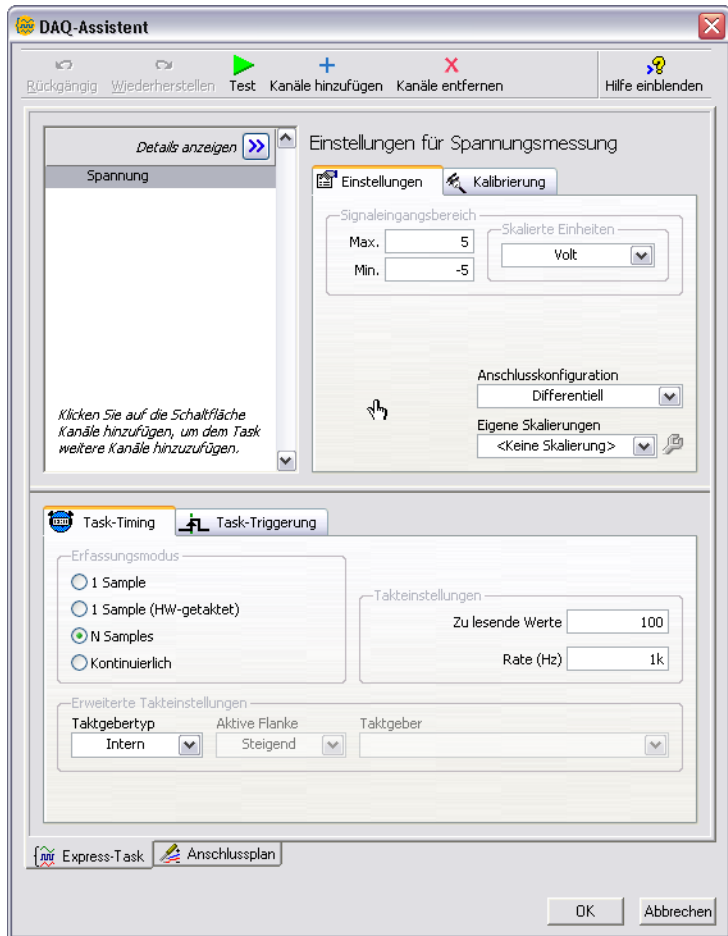

Abbildung 4-1. Konfiguration eines Tasks im DAQ-Assistenten
6. Wählen Sie aus dem Feld **Unterstützte physikalische Kanäle** den Anschluss aus, an dem das Signal gemessen werden soll (beispielsweise **ai0**) und klicken Sie auf die Schaltfläche **Beenden**. Sie sehen nun ein neues Dialogfeld mit diversen Einstellungen zum ausgewählten Kanal (vgl. Abbildung 4-1).